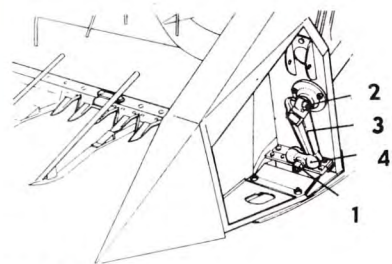

Bild 57.
- 7.2.a. Lossa muttrarna 1 och 2, bild 57, och ta bort vipparmen 3. Dra ur kniven.